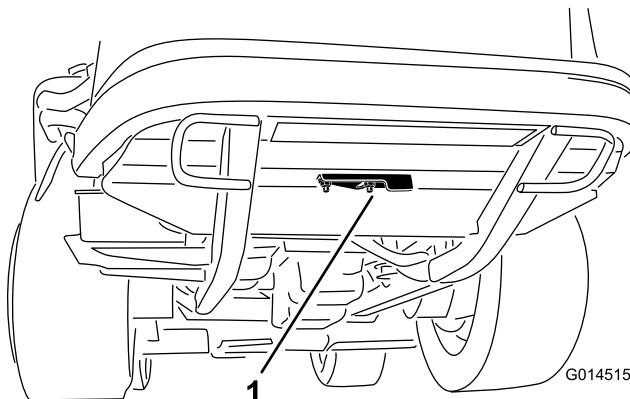

Figura 40
2. Afloje la tuerca con arandela prensada que sujetla la tapa del hueco de limpieza a la parte inferior del bastidor trasero (Figura 40). Gire la tapa a un lado para tener acceso al hueco de limpieza del bastidor.